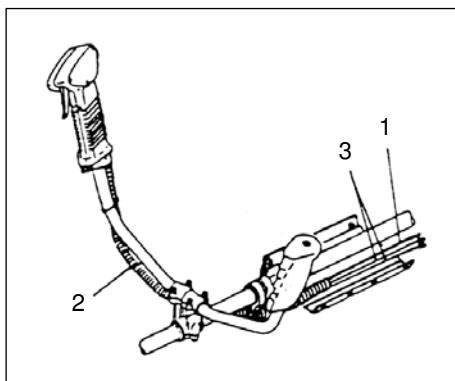

Рис.1-3B
Поместить стопорные шнуры (3) и дроссельный провод (1) в защитную трубку (2), затем оцепить прокладку. (Рис. 1-3B)